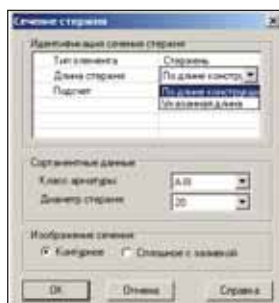

Рис. 19
- при создании поперечных сечений стержней в узлах и деталях можно присвоить данному сечению параметр *Длина стержня*, позволяющий выбрать тип определения длины стержня и, получив полную информацию о стержне (включая длину), учитывать ее при включении в спецификации (рис. 19);